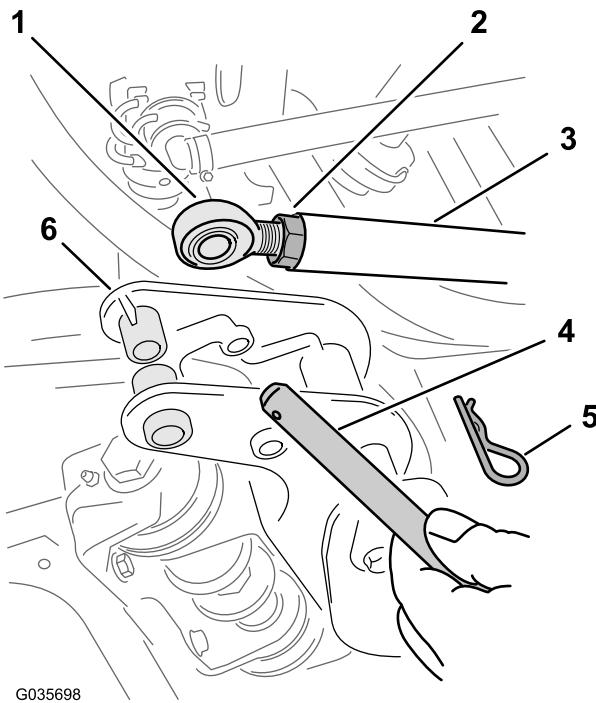

Figura 7
2. Nelle staffe orientabili delle sezioni delle barre esterne, rimuovete la coppia e il perno con testa che fissano l'estremità dell'asta del cilindro di sollevamento alla staffa orientabile (Figura 7).
- Allentate i controdadi alle estremità delle aste per ciascun cilindro di sollevamento (Figura 7).
- Regolate l'estremità dell'asta per le estremità dei cilindri di sollevamento fino a quando il foro nell'estremità dell'asta non si allinea con i fori nelle staffe orientabili per le sezioni delle barre (Figura 7).
- Fissate le coppiglie alle staffe orientabili con le coppiglie a forcina (Figura 7) rimosse al passaggio 2.
- Serrate il controdado di ciascun'asta fino a quando i dadi non sono comodamente in sede (Figura 7).